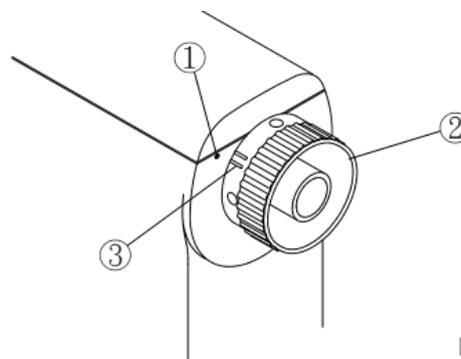

Fig. 9
3. Метка (1) должна совпадать с более короткой линией разметки (3) на ручном шкиве (2), когда игловодитель находится в своей верхней точке (рис. 9).